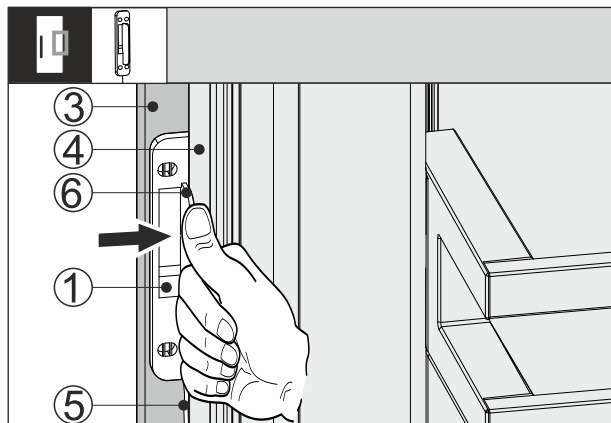

Fig. 66
- ▶ Nustumkite stuksenimo jutiklį Fig. 66 (1) tarp baldo priekio Fig. 66 (3) ir prietaiso durų Fig. 66 (4), kad kabelis Fig. 66 (5) būtų šiek tiek įtemptas. Stuksenimo jutiklio atrama Fig. 66 (6) priglunda prie prietaiso durų Fig. 66 (4).
- ▶ Prispauskite stuksenimo jutiklį Fig. 66 (1) prie baldo priekio Fig. 66 (3).
- ▷ Stuksenimo jutiklis Fig. 66 (1) priklijuotas. Priklijavus stuksenimo jutiklį, optimizuojamas stuksenimo signalo perdavimas.
- Nuolatinei užfiksavus stuksenimo jutiklį Fig. 66 (1), ilgėja eksploataavimo trukmė.
- ▶ Prisukite stuksenimo jutiklį Fig. 66 (1) komplektacijoje esančiais varžtais prie baldo priekio Fig. 66 (3).